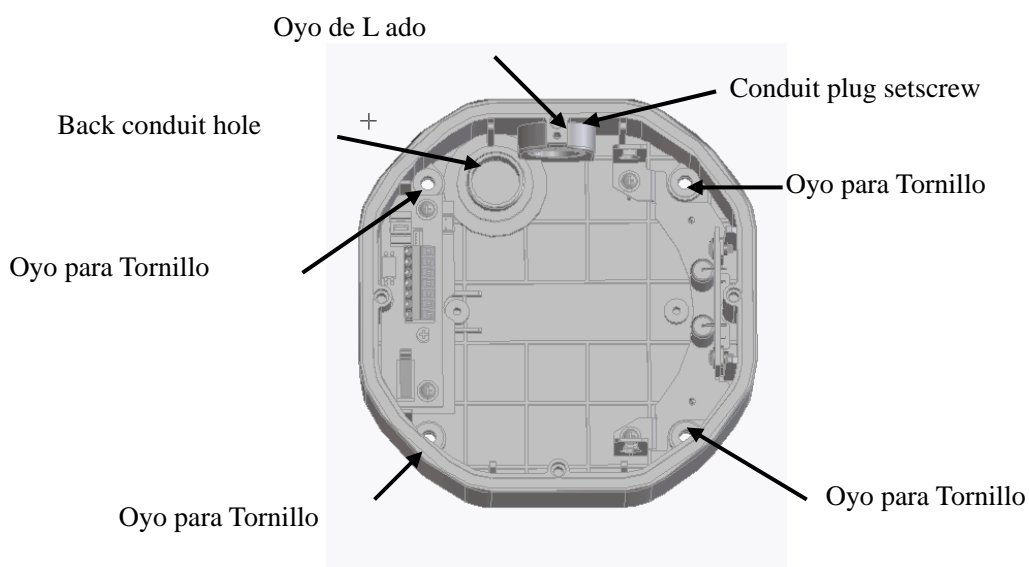

Figura 4
- a. Monte la base en la pared o el techo, fíjela la base con los 4 tornillos en el paquete de accesorios. (Mire dimensión b para la dimensión de perforación). Esta cúpula es ponderada 1,7 kg, por favor asegúrese de si el montaje se fortalece para que lo soporte, si no, por favor, reforzar el montaje de acuerdo con el medio ambiente. Mire Figura 4